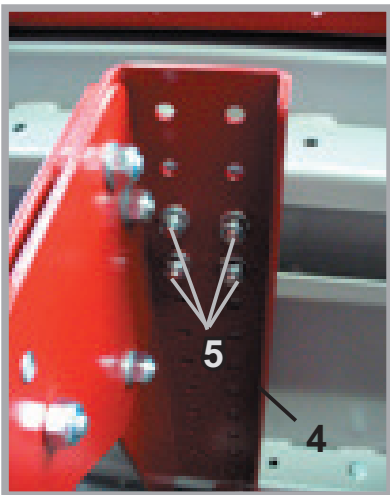
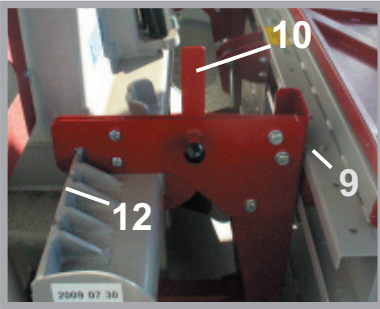

Abb. 3
Abb. 8
- die Baugruppe Fanghaken (4) mit je 4 Stück Mutter (5) befestigen (siehe Abb. 3)
- Indexbolzen (9) ziehen und Verriegelung (10) in Richtung Forstwerkzeugebox schwenken (siehe Abb. 8)
- Forstwerkzeugebox über Kante (12) der FSW anbringen (siehe Abb. 8), gegebenenfalls Höhe der Fanghaken über Mutter (5) einstellen (siehe Abb.3)
- Forstseilwinde anheben, Indexbolzen(9) ziehen und Verriegelung soweit schwenken bis Indexbolzen einrastet (siehe Abb. 8)